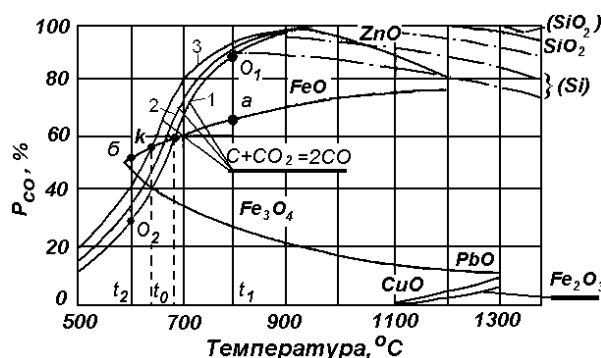

Рисунок 1 - Зависимость равновесного давления CO от температуры
8. В какой группе приведены оксиды металлов, которые восстановятся при 700 °C в присутствии углерода (смотрите рисунок 1)?